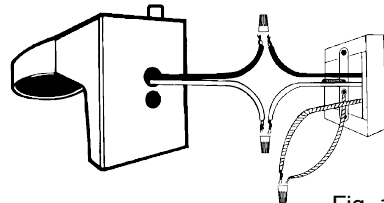

Fig. 1
Paso 1: Conecte el cable negro del portalámparas al cable negro de suministro (activo). Asegúrelo con el conector de cable (E) (Fig. 1).
Paso 2: Conecte el cable blanco del portalámparas al cable blanco de suministro (neutral). Asegúrelo con el conector de cable (E) (Fig. 1).
Paso 3: Conecte el cable verde de toma a tierra del portalámparas a una conexión a tierra de suministro apropiada o a una caja de distribución conectada a tierra. Asegúrelo con el conector de cable (E) (Fig. 1).